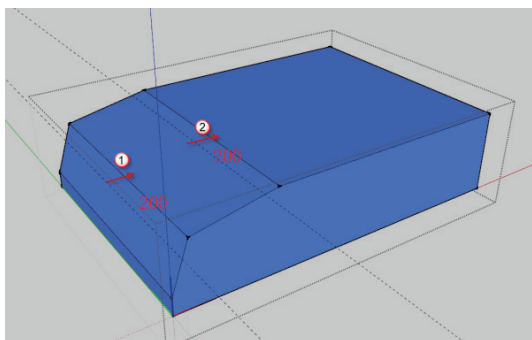

图 2.9 移动直线
(9) 移动直线。选中①处直线，按 M 快捷键发出“移动”命令，将直线沿红轴正向移动 200mm。按同样的方法将②处直线沿红轴正向移动 200mm，如图 2.9 所示。